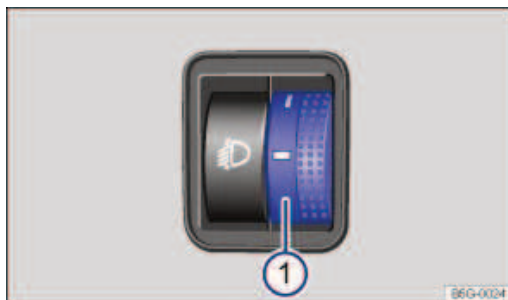
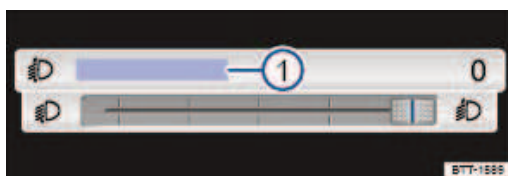

Fig. 92 À côté du volant : bouton de réglage du site des projecteurs ①
Fig. 93 Dans le système d'infodivertissement : curseur de réglage du site des projecteurs
En fonction de l'équipement du véhicule, le site des projecteurs peut être réglé à l'aide de la molette de réglage ⇒ Fig. 92 ou du curseur ⇒ Fig. 93 dans le système d'infodivertissement.
- Effleurez le bouton de fonction **Réglage du site des projecteurs** ⇒ Fig. 93 ①.
- Tournez le bouton de réglage ⇒ Fig. 92 ① dans la position nécessaire (exemples d'états de chargement du véhicule).